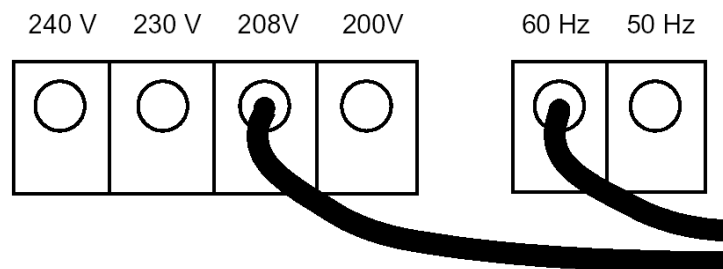

Рис. 1: Конфигурация балласта
3. См. рисунок 1. Убедитесь, что *более длинный* черный балластный провод подсоединен к гнезду, обозначение на котором соответствует напряжению местной электросети. В противном случае произведите переключатель. Если в обозначениях не указано точное напряжение сети, используйте гнездо с отметкой, соответствующей ближайшему сверху значению напряжения. Например, при напряжении в местной сети 220 В следует подключаться к гнезду терминала с пометкой «230 V».